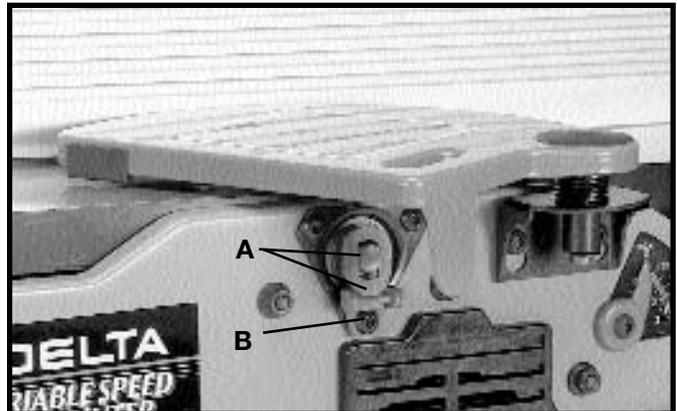
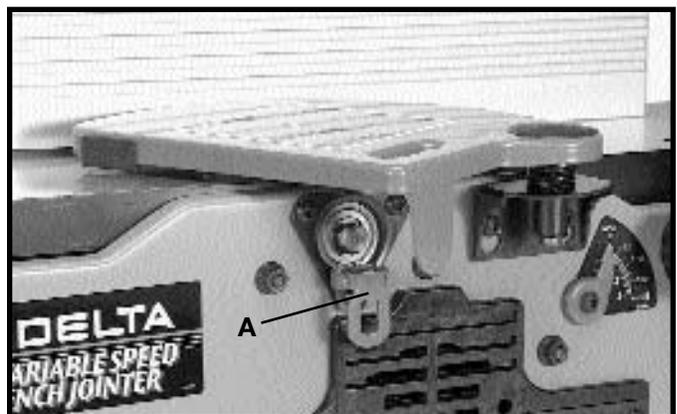

Fig. 15
Fig. 16
1. Ensamble el cierre del cabezal de corte (A) Fig. 15 al lado delantero de la base de la machimbradora, utilizando para ello el tornillo de cubeta de cabeza redonda de 7/16 pulg. (B). **NOTA: EL CIERRE DEL CABEZAL DE CORTE (A) DEBE SER ENGRANADO CON EL EJE DEL CABEZAL DE CORTE COMO LO ILUSTRRA LA FIG. 15, SOLO CUANDO SE FIJAN LAS CUCHILLAS. EN CUALQUIER OTRO MOMENTO, EL CIERRE DEL CABEZAL (A) DEBE PERMANECER DESENGRANADO DEL CABEZAL DE CORTE, COMO LO ILUSTRRA LA FIG. 16.**